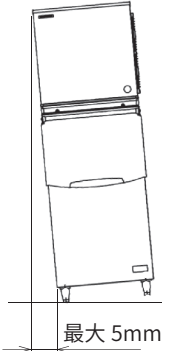

图 2
* 将本出冰装置/储冰箱在左右和前后方向上调水平。如果使用储冰箱,请将储冰箱的支脚调水平。见图2。